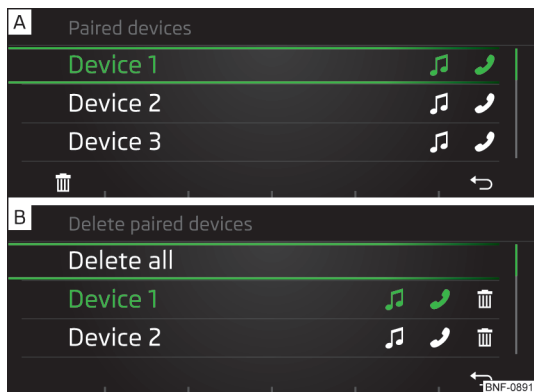

Fig. 118
În lista aparatelor externe asociate pot fi afișate pe telefonul conectat următoarele simboluri de profiluri Bluetooth® » fig. 118 - [A].
- ▶ Cu butonul rotativ 🕒 selectați aparatul extern » fig. 118 - [A].
- ▶ Acționați tasta funcțională 🗑️ » fig. 118 - [A].
- ▶ Cu butonul rotativ 🕒 selectați aparatul extern » fig. 118 - [B].